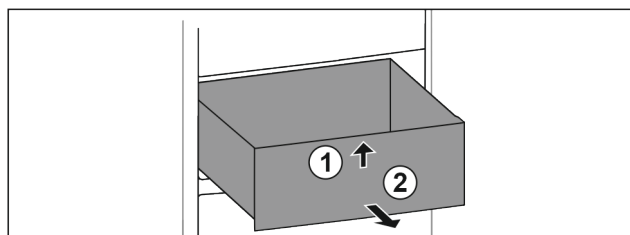

Fig. 112
- ▶ Podignite ladicu sprijeda. *Fig. 112 (1)*
- ▶ Izvadite ladicu prema naprijed. *Fig. 112 (2)*